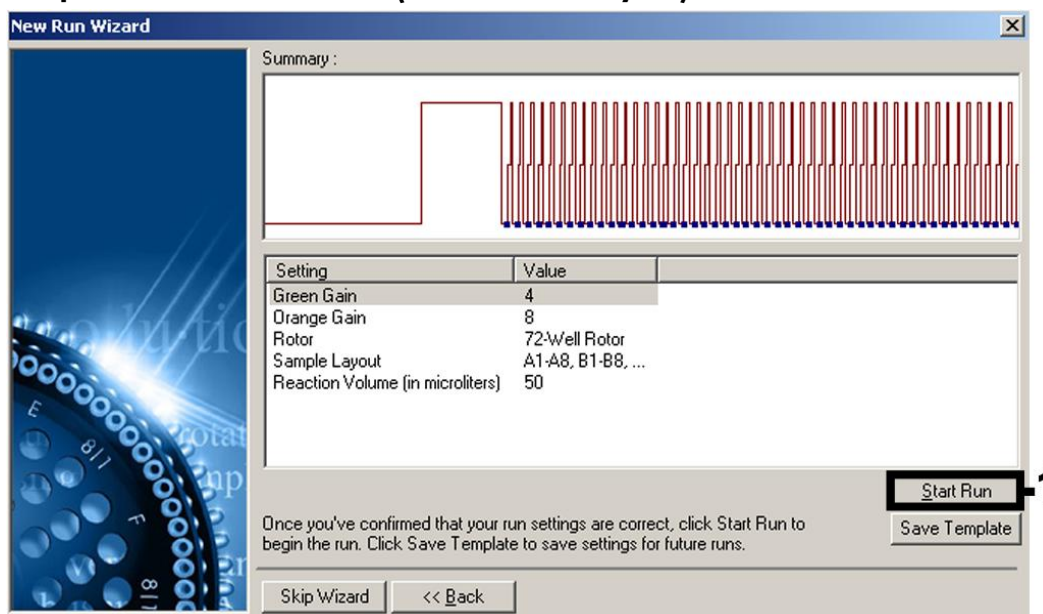

Figure 7. Démarrage du cycle.
Démarrage du cycle	Figure 7
10. Les valeurs de gain déterminées par la calibration des canaux sont automatiquement enregistrées et répertoriées dans la dernière fenêtre de menu de la procédure de programmation (Figure 7). Cliquer sur « Start Run » (Démarrer le cycle).